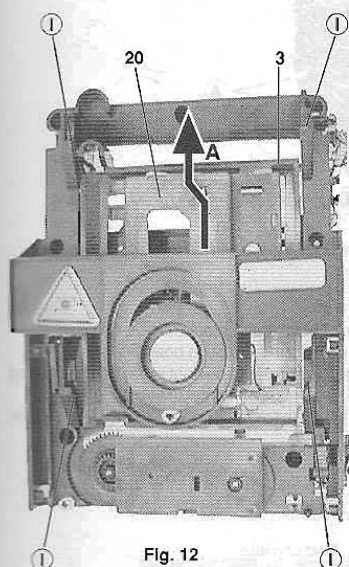
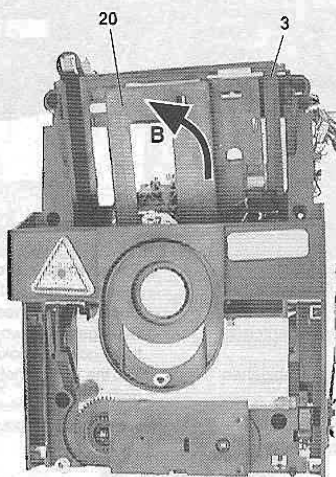

Fig. 12
Fig. 13
- Schlitten 3 nach hinten in Pfeilrichtung A (Fig. 12) hochschieben und in Pfeilrichtung B (Fig. 13) aushängen.
- Beim Wiedereinsetzen auf richtigen Sitz in den Führungen ① achten (Fig. 12).
- Push the slide 3 to the back and then up into the direction marked A (Fig. 12) and release it in the direction marked B (Fig. 13).
- When re-assembling take care that the slides fits correctly in the rails ① (Fig. 12).